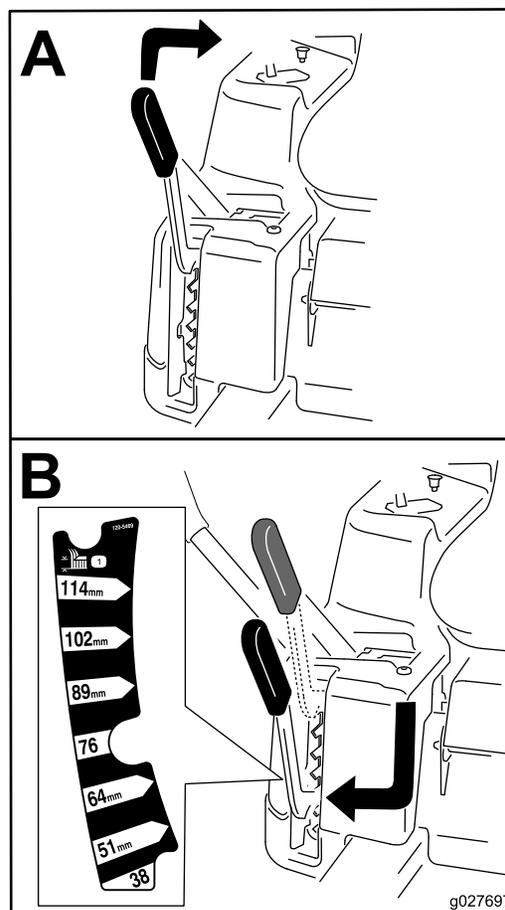

Figura 17
**Nota:** A posição de transporte é a posição da altura de corte ou a altura de corte mais elevada (115 mm), como se mostra na (Figura 17).
A altura do corte é controlada pela alavanca que se encontra do lado direito da posição de funcionamento (Figura 17).